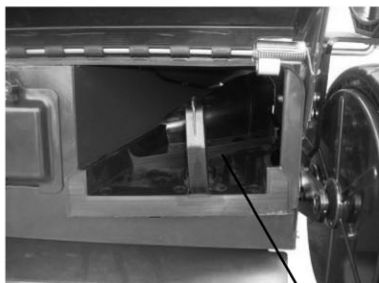

Fig. 16
! **ADVARSEL!** Forsikre deg om at spaken er på plass i et av sporene! Sett aldri spaken mellom 2 spor (Fig. 16)!
- > Når klipperen skal brukes som Bioklipp, monteres biopluggen **(15)** i utkasteråpningen (Fig. 16). Samtidig, steng åpningen **(16)** for sideutkast **(Fig.17)**.